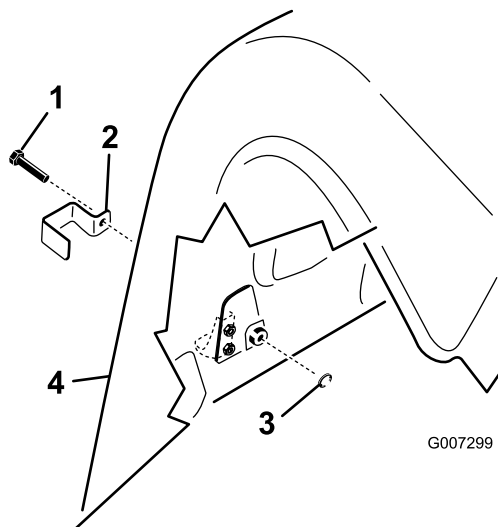

Figura 18
1. En el modelo ProCore 864, instale un soporte de enganche sobre los enganches del capó superior e inferior trasero derecho e izquierdo con un perno de rosca (4 en total); consulte Figura 18.
- En el modelo ProCore 1298, instale un soporte de enganche sobre todos los enganches del capó inferior trasero y el enganche del capó superior exterior en las cubiertas derecha e izquierda con un perno de rosca (3 por cabezal de perforación, 6 en total); consulte Figura 18.
- Usando un alicate o una llave inglesa ajustable, enrosque una arandela de freno con dientes internos sobre cada perno (1-2 vueltas) para sujetar el enganche (Figura 18).